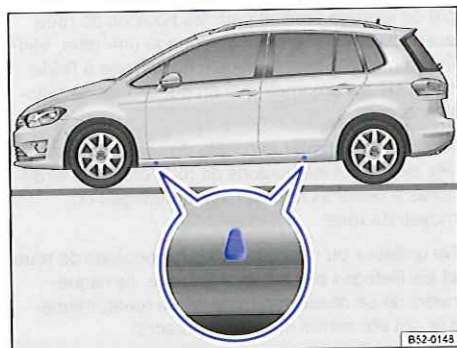

Fig. 242 Points de prise du cric
⇒ fig. 242. Un point de prise se trouve à côté de chacune des roues ⇒ .
6. Cherchez sous le véhicule le point de prise du cric ⇒ fig. 242 qui se trouve le plus près possible de la roue à changer.